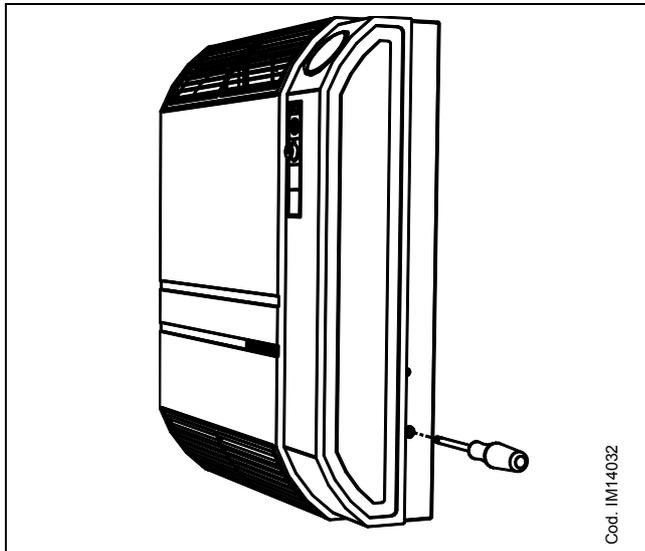
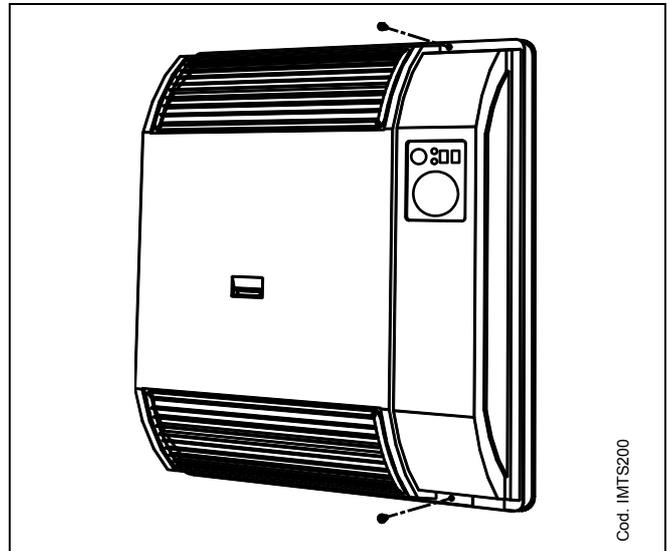

Abb. 10– GEHÄUSESCHRAUBEN 4001, 4002, 5001, 5002, 8001 U. 8002
Abb. 11 – GEHÄUSESCHRAUBEN 3001 U. 3002
7. Gehäuseschrauben lösen und Gehäuse entfernen, (siehe Abb. 10 o Abb. 11) Erdungskabel entfernen.
20. Erdungskabel an der Verkleidung anschließen und Verkleidung anbringen (siehe Abb. 10 od. Abb. 11).
Nach der Demontage des Regelknopfes und der Gehäusefront (siehe Abb. 10 u. Abb. 11) nehmen Sie bitte folgende Einstellarbeiten vor ( siehe auch Paragraph GASUMSTELLUNG ).